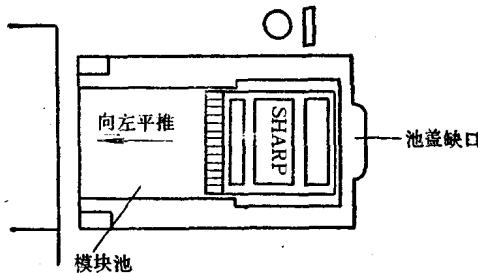

图 1-3 模块安装
4. 按照图1-3立即把模块平放在模块池右部，手按着模块上的凹槽向左平推，直到模块引线完全插入计算机的接口。